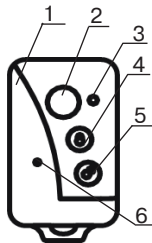

Рис. 23
Внешний вид КТС-РК приведен на рис. 23. Основными элементами КТС-РК являются: корпус (1), кнопка для подачи извещения “Тревога” (2) (при работе с ППКОП Ладога-А), светодиодный индикатор (3), кнопки для передачи дополнительных кодов управления (4,5). При совместной работе с ППКОП эти кнопки